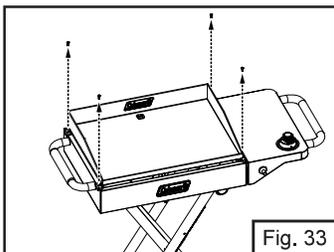
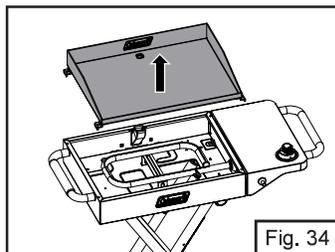

Fig. 33
Fig. 34
2. Retirez les vis et la plaque chauffante et mettez-les de côté. (Fig. 33 et Fig. 34).